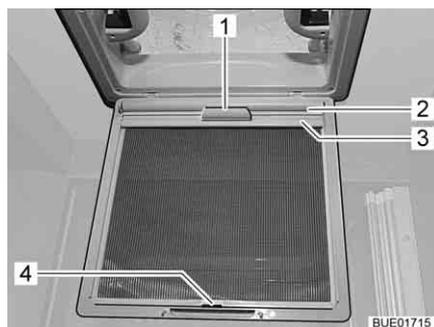

Bild 131 Verdunklungsrollo
- Verdunklungsrollo (Bild 131,2) am Griff (Bild 131,1) herausziehen und Halteleiste (Bild 131,3) in den Haken (Bild 131,4) am Insektenschutz einhängen.
- Halteleiste (Bild 131,3) vom Haken (Bild 131,4) lösen und Verdunklungsrollo (Bild 131,2) am Griff (Bild 131,1) langsam zurückführen.